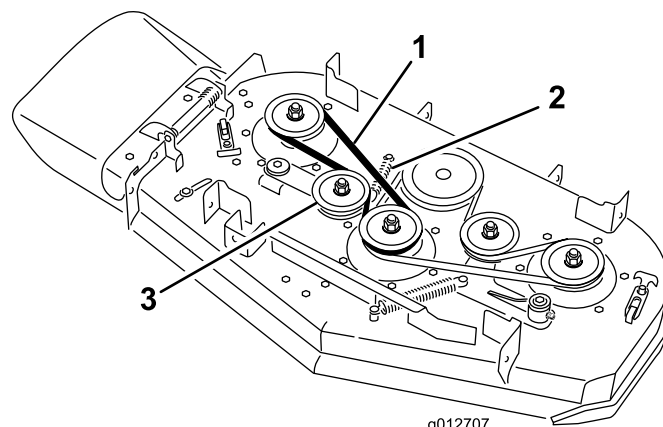

Figure 65
4. Décrochez le ressort du tenon d'ancrage sur le bras de la poulie de tension (Figure 65).
5. Enlevez la courroie usée du plateau de coupe (Figure 65).
6. Montez la nouvelle courroie autour des poulies du plateau de coupe et de la poulie de tension (Figure 65).
7. Accrochez le ressort au tenon d'ancrage sur le bras de la poulie de tension (Figure 65).